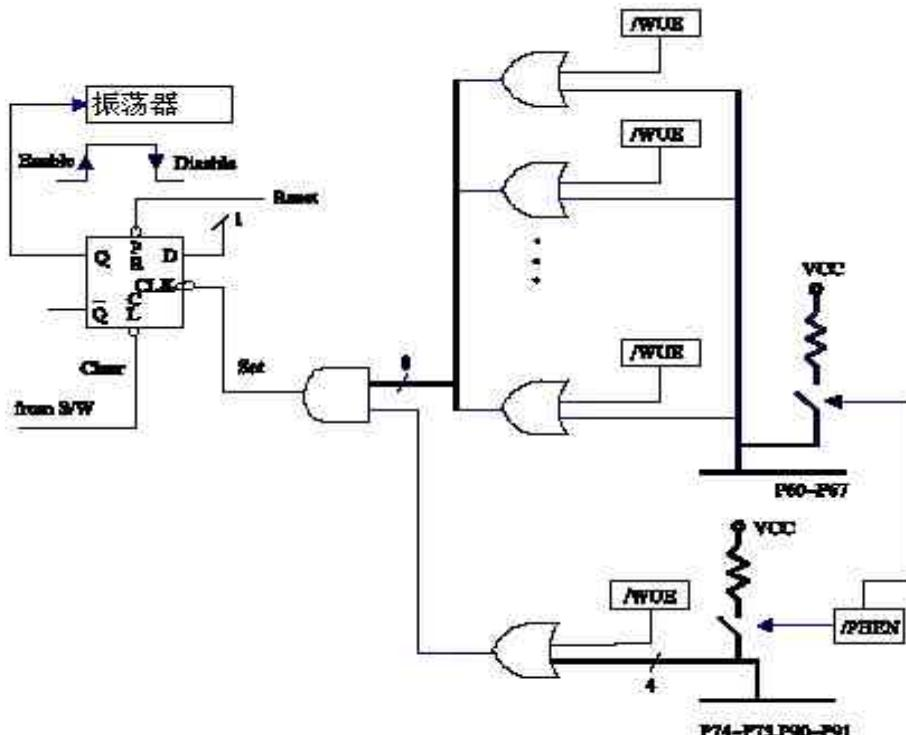

图 5 休眠模式和 I/O 口唤醒电路框图
- 第 4 位 (SLPC) 该位在唤醒信号下降沿由硬件置 1，由软件清 0。该位用于控制振荡器的工作。由高到低变化时振荡器禁止（振荡器停振，单片机进入休眠模式 2），由低到高变化时振荡器使能（单片机由休眠模式 2 唤醒）。为了保证振荡器输出的稳定，一旦振荡器再次使能，在执行下一指令之前有大约 18ms 延时 (OST)。不论代码选项位 WTC 是否为 0，OST 都会由唤醒激活。唤醒后，若 WTC 为 1 则 WDT 使能。休眠模式 2 的框图和输入触发唤醒如图 5。该位可读写。